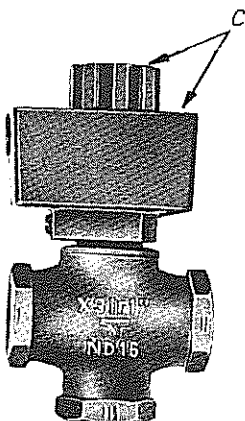

FIG. 3
b) Motorisée - Gemotoriseerd (régulation A - B regulatie A - B - fig. 3) :